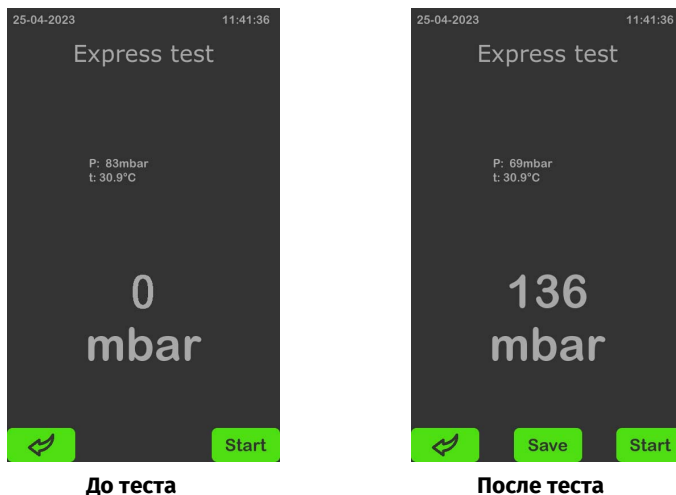
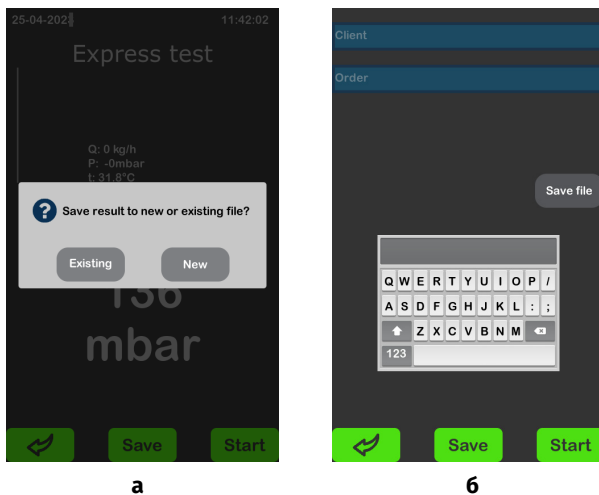

Рисунок 31
Рисунок 32
- В открывшемся окне нажмите кнопку старт рис. 31.
- По завершении процесса диагностики на экране будет отображён результат измерений, который необходимо сохранить. Для сохранения результатов диагностики нажмите на кнопку «**Save**» (см. рис. 31). Вам будет предложено два варианта сохранения результата см. рис. 32а:
- **«New»** – новый результат, если это первая диагностика фильтра, следует указать данные: Имя клиента и номер заказа, а затем нажать кнопку **«Save file»** см. рис. 32б.